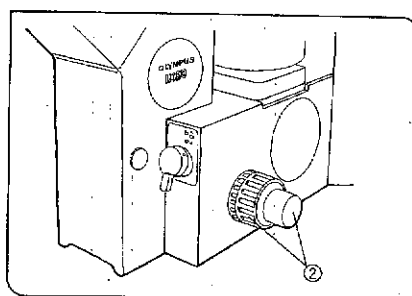

図 70
- 2) 接眼レンズを覗き、粗・微動ハンドル②を回して、標本にピントを合わせます。(図70)